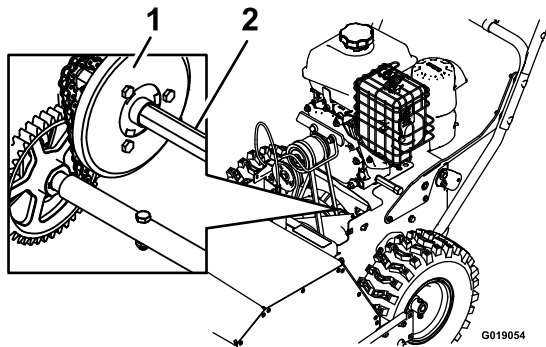

图20
**重要事项：**切勿把油弄到橡胶轮或摩擦驱动铝板上，因为牵引驱动装置会打滑（图20）。
4. 用干净的小头长柄油漆刷蘸上汽车机油，轻轻润滑六角轴（图20）。